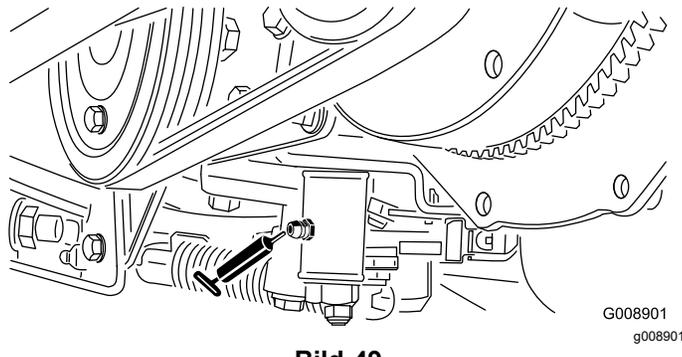

Bild 49
- LeerlaufEinstellung (Bild 49)